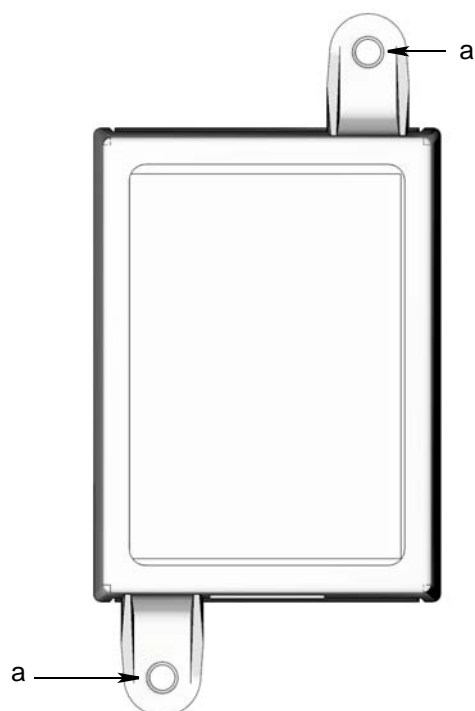

Рис. 3
2. Совместите распределительную коробку с предварительно просверленными отверстиями (Рис. 3, (а)). Закрепите распределительную коробку на монтажной поверхности с помощью двух винтов (не входят в комплект поставки).